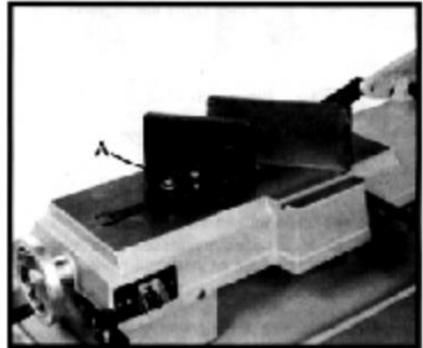

Рис. 8
2. Разместите зажим и отрегулируйте, как показано на Рис. 8. Обратите внимание на расположение отверстий под болты.
4. Выставьте подвижную часть зажима параллельно и зажмите болтами (A, Рис. 8).